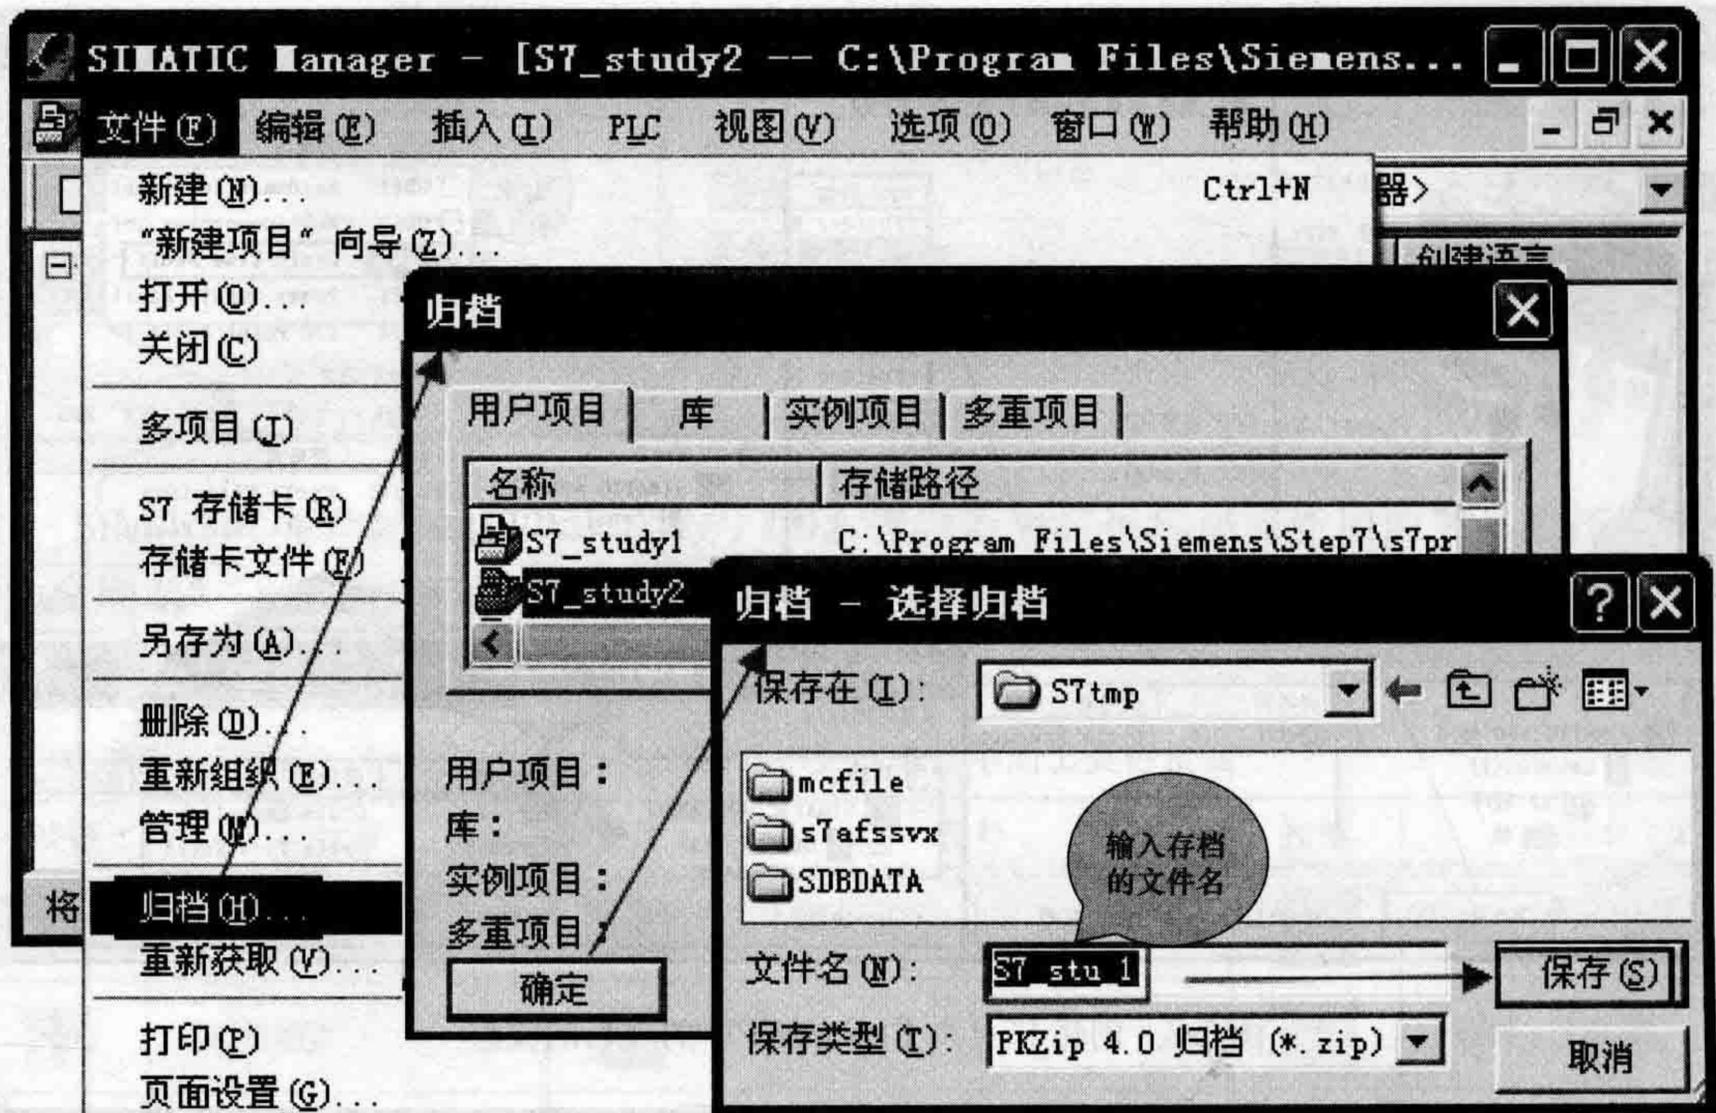

图 1-4 将压缩项目存入磁盘的方法图示
(1) 将压缩项目存入磁盘。在【SIMATIC Manager】中选择【文件】→【归档】命令，然后选择要压缩保存的项目，在【文件名】文本框中输入压缩文件名即可，如图 1-4 所示。